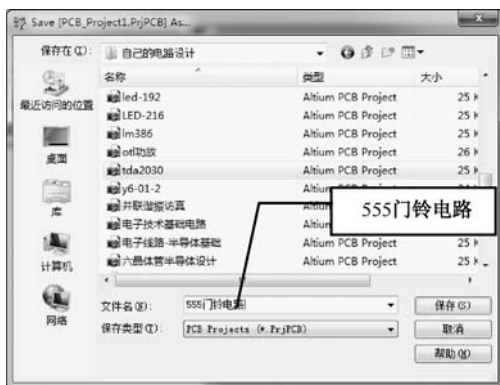

图 2-1-4 输入文件名
(2) 单击“File”→“Save Project”菜单命令，进行项目保存。在弹出的对话框中，输入文件名“555 门铃电路”，如图 2-1-4 所示。